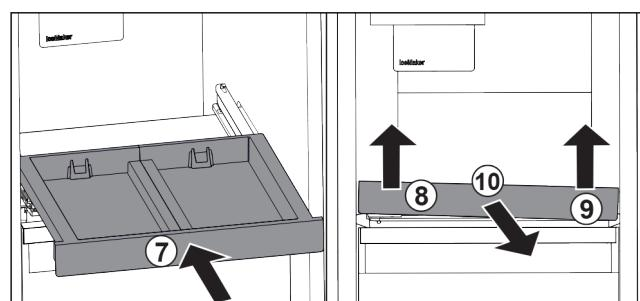

Fig. 31
- Вкарайте изтеглящата се дъска. Fig. 31 (7)
- ▶ Повдигнете изтеглящата се дъска отпред отляво. Fig. 31 (8)
- ▶ Повдигнете изтеглящата се дъска отпред отдясно. Fig. 31 (9)
- ▶ Извадете изтеглящата се дъска напред. Fig. 31 (10)